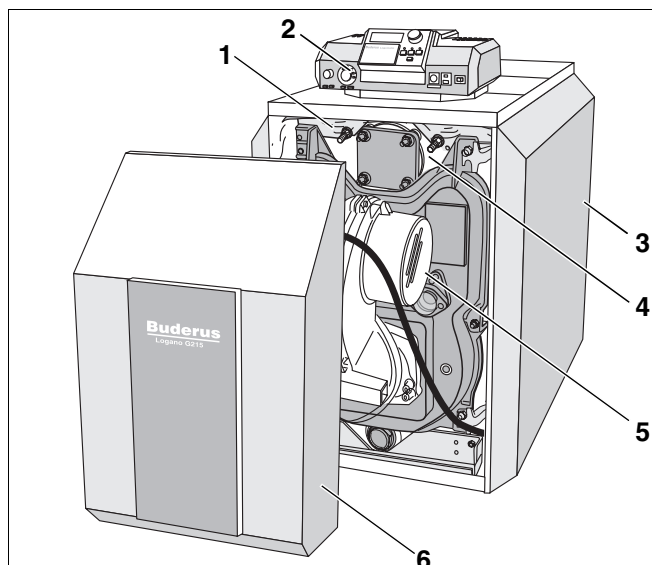
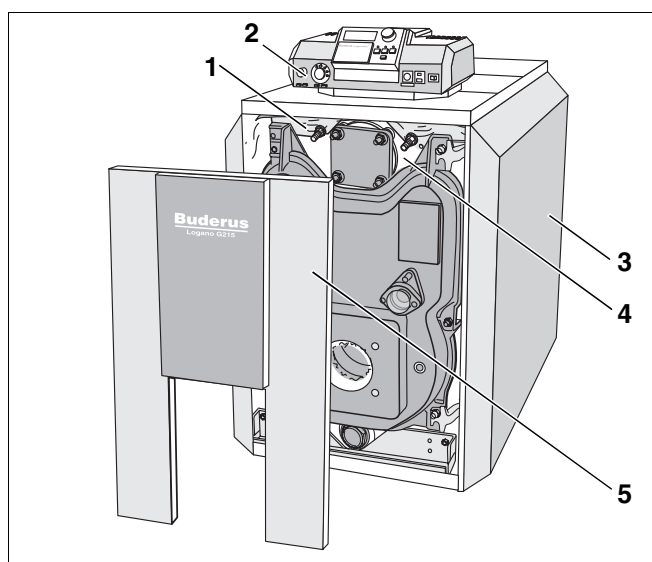

Fig. 1 Cazane speciale de încălzire pe bază de motorină sau gaz Logano G215 cu arzător Logatop
Fig. 2 Cazane speciale de încălzire pe bază de motorină sau gaz Logano G215
Cazanele speciale de încălzire pe bază de motorină sau gaz Logano G215 (Fig. 1) sunt dotate cu un arzător (Fig. 1, **Poz. 5**) Logatop G215.
Specialistul echipează cazanul special de încălzire pe bază de motorină sau gaz Logano G215 (Fig. 2) cu un arzător corespunzător.
Părțile componente principale ale cazanului special de încălzire pe bază de motorină sau gaz Logano G215 cu arzător Logatop (Fig. 1) și ale cazanului special de încălzire pe bază de motorină sau gaz Logano G215 (Fig. 2) sunt:
- Blocul de cazan (Fig. 1 și Fig. 2, **Poz. 4**) și arzătorul (Fig. 1, **Poz. 5**).
- Mantaua cazanului (Fig. 1 și Fig. 2, **Poz. 3**), izolația termică (Fig. 1 și Fig. 2, **Poz. 1**) și capacul arzătorului (Fig. 1, **Poz. 6**) respectiv izolația ușii cazanului (Fig. 2, **Poz. 5**).
- Aparat de reglare (Fig. 1 și Fig. 2, **Poz. 2**).